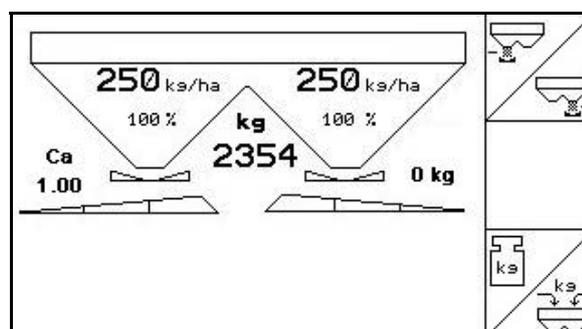

Fig. 37
-  Start onlinekalibreringen i arbeidsmenyen (Fig. 37) når spredningen begynner.